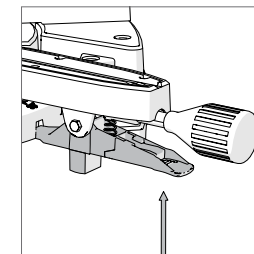

図30
- ・角度ストッパレバーを引き上げて、角度ストッパを解除します。(図30)